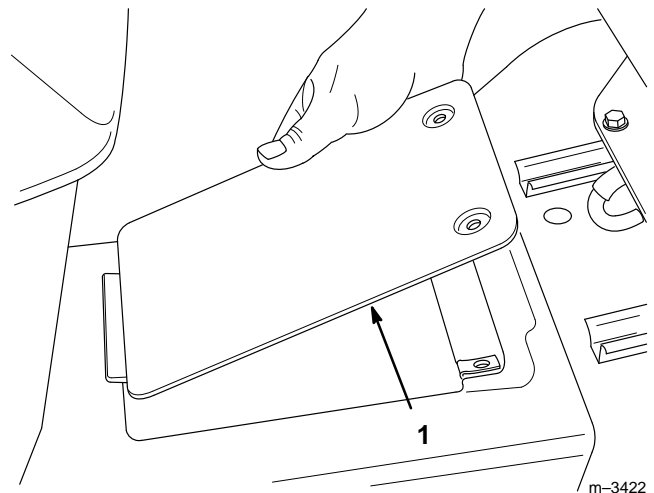

Abbildung 32
3. Die Antriebswellen-Wartungsabdeckung am Traktortunnel neben dem Sitz öffnen, indem die beiden Befestigungsschrauben losgeschraubt werden und dann die Abdeckung angehoben wird (Abb. 32).